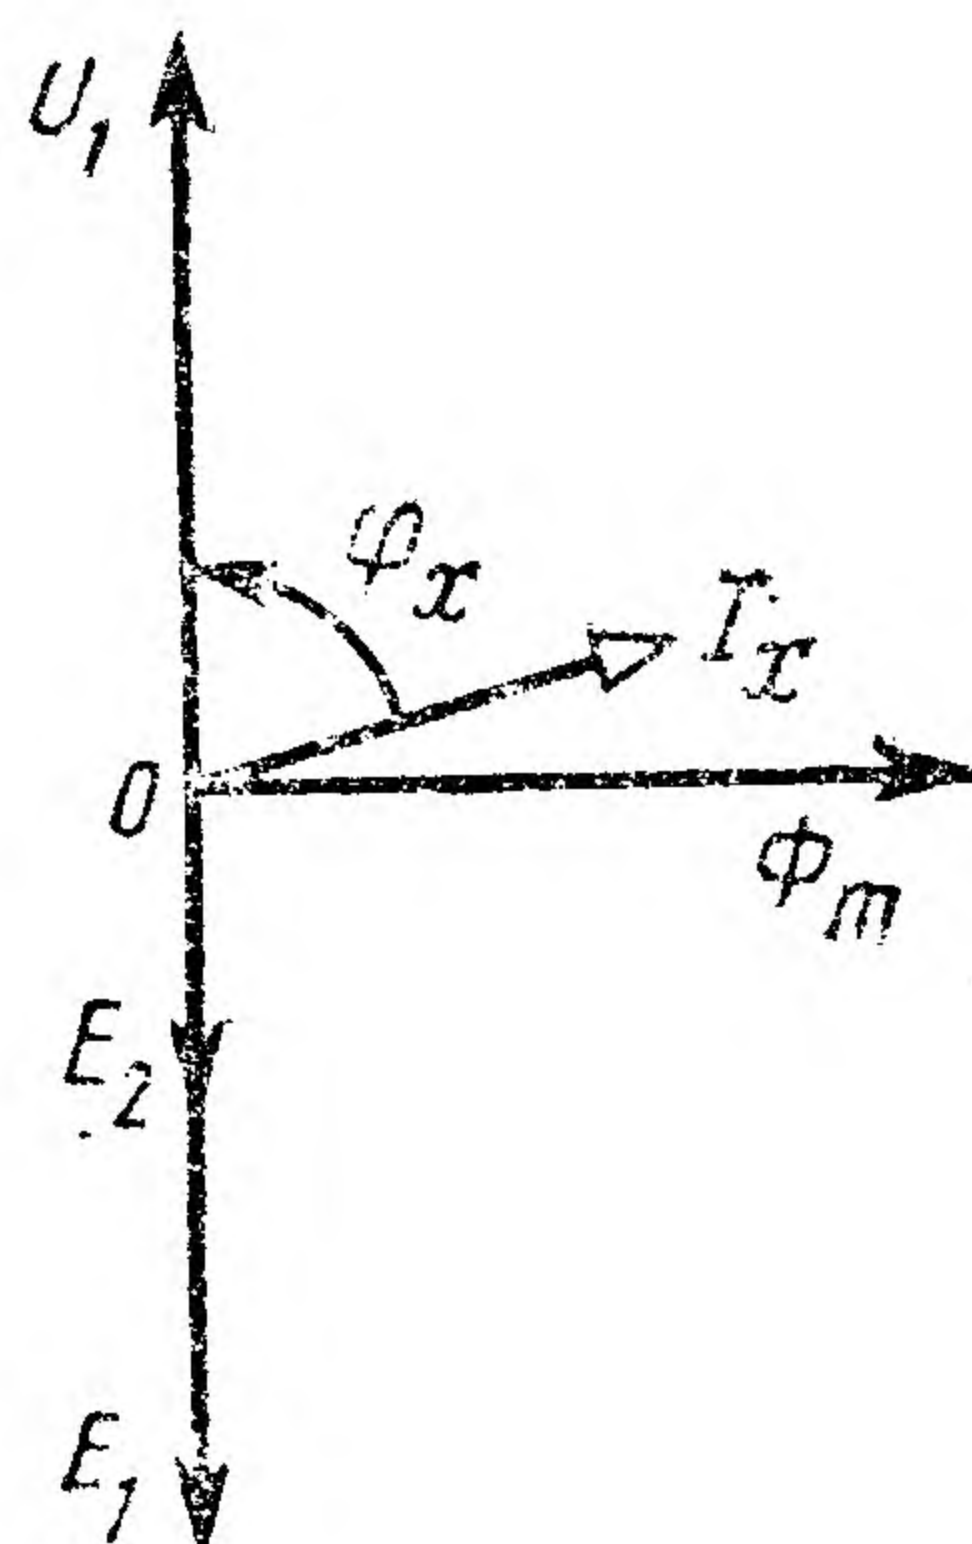

Рис. 99
**Задача 21.** На рис. 99 показана векторная диаграмма однофазного трансформатора при холостом ходе. На основании данных диаграммы, приведенных в табл. 29 вариантов, определить: 1) коэффициент трансформации  $K$ ; 2) потери в стали  $P_{ст}$ , пренебрегая потерями на нагревание первичной обмотки; 3) числа витков обеих обмоток при частоте тока питающей сети  $f=50$  Гц. Приняв ток холостого хода составляющим 5% от номинального первичного тока, найти номинальные токи в обмотках  $I_{ном1}$  и  $I_{ном2}$  и номинальную мощность трансформатора  $S_{ном}$ .